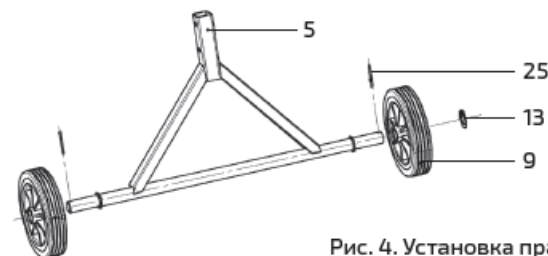

Рис. 4. Установка правой опоры
1. Установить на оси опоры правой (5) два колеса (9), шайбы (13), вставить в отверстия оси два шплинта (25) (рис. 4). Расшплинтовать шплинты, используя плоскогубцы.